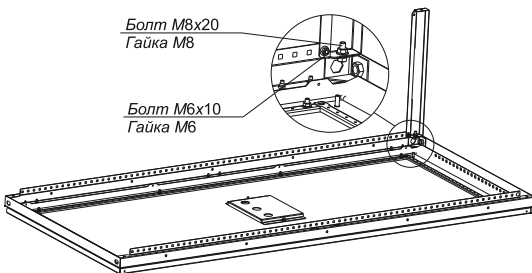

Рисунок 1
1.2 Установите стяжку на раму и закрепите её болтом M8×20 с гайкой M8 по торцу стяжки, а также болтом M6×10 с гайкой M6 через квадратное отверстие. Головка болта должна быть с внешней стороны корпуса (рисунок 1).